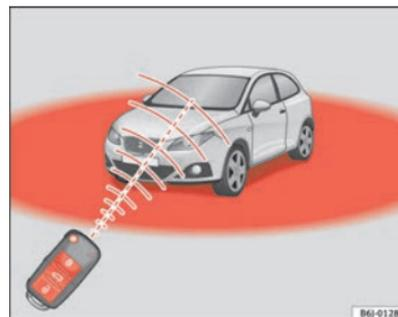

Fig. 44 Raio de ação do telecomando por radiofrequência
Além disso, o indicador luminoso da pilha da chave ⇒ fig. 44, começa a piscar.
- O comando à distância por radiofrequência só funciona dentro do seu raio de acção ⇒ página 81, fig. 44.